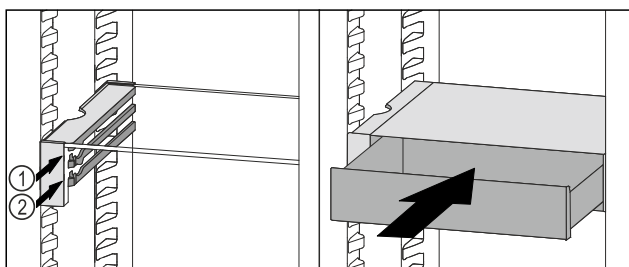

Fig. 155
- ▶ Nasadte zásuvku VarioSafe za zářezky na požadovaném žebro Fig. 155 (1) nebo Fig. 155 (2).